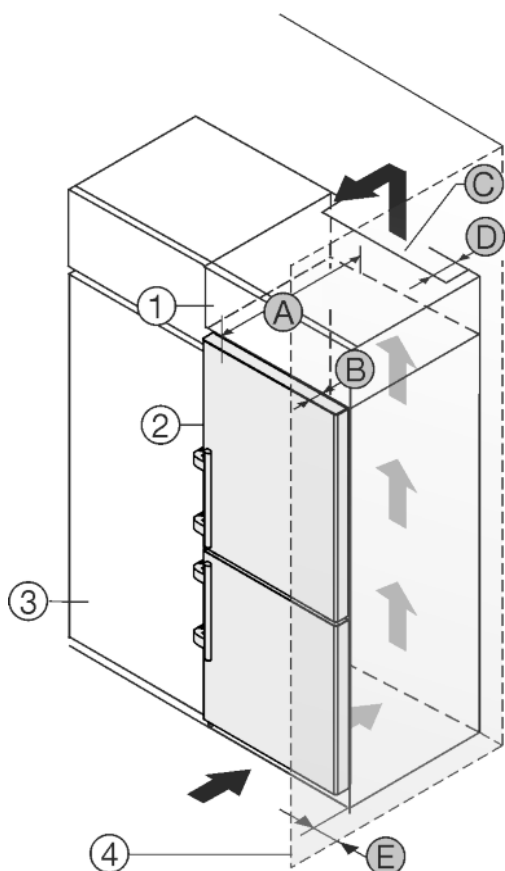

Fig. 27
Het apparaat kan in keukenkasten worden ingebouwd. Om het apparaat Fig. 27 (2) aan de hoogte van het keukenblok aan te passen, kan boven het apparaat een opzetkast Fig. 27 (1) worden aangebracht.
Het apparaat kan direct naast de keukenkast Fig. 27 (3) worden geplaatst. Om de deuren volledig te kunnen openen, moet het apparaat overeenkomstig de diepte Fig. 27 (B) t.o.v. het keukenkastfront uitsteken. Afhangend van de diepte van de keukenkast en het gebruik van de wandafstandhouders kan het apparaat verder uitsteken.
- Aan de achterzijde van de opzetkast moet een luchtafvoerkanaal met de diepte Fig. 27 (D) over de volledige breedte van de opzetkast aanwezig zijn.
- Onder het plafond moet de ventilatiedoorsnede Fig. 27 (C) worden aangehouden.
Wanneer het apparaat met de scharnieren naast een wand Fig. 27 (4) wordt geplaatst, moet de afstand Fig. 27 (E) tussen apparaat en wand worden aangehouden. Dit komt overeen met de uitsteekmaat van de handgreep bij geopende deur.